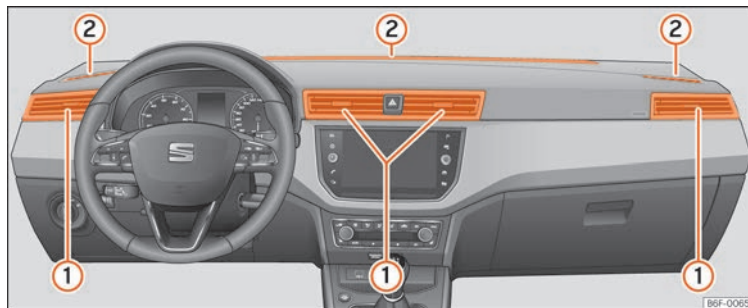

Fig. 169 Difusores de aire.
Para garantizar la calefacción, refrigeración y ventilación dentro del habitáculo, los difusores de aire » fig. 169 ① deberían permanecer abiertos.